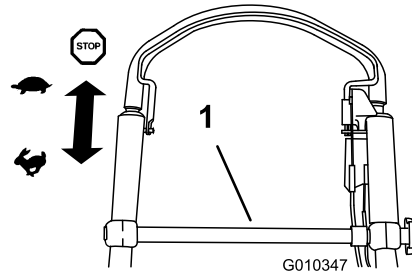

Figure 22
Pour actionner l'autotraction, il vous suffit d'avancer, les mains posées sur la partie supérieure du guidon et les coudes serrés ; la tondeuse avance automatiquement à votre rythme (Figure 22).
**Remarque:** Si vous avez des difficultés à faire reculer la tondeuse après avoir utilisé l'autotraction, poussez-la légèrement en avant de 2,5 à 5 cm (1 à 2") sans embrayer la transmission d'autotraction (Figure 22), puis tirez-la en arrière.